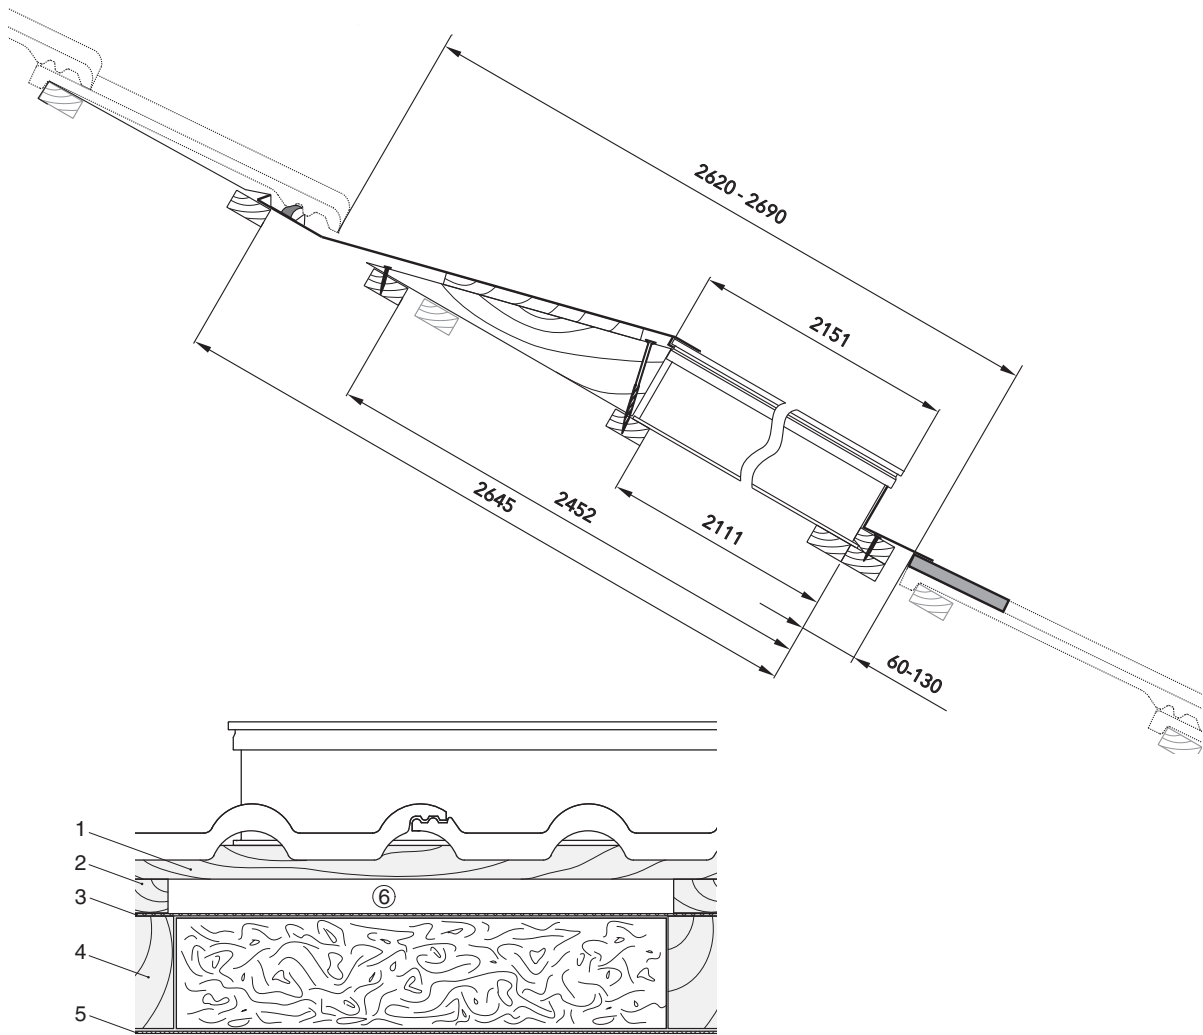

Abb. 8 Indachmontage Längs- (oben) und Querschnitt (unten).
- Eine wasserdichte diffusionshemmende Folie (keine Dampfsperre) mit einer mindestens 24 mm starken Konterlattung zur Hinterlüftung muss vorhanden sein. Ist die Hinterlüftung über First und Traufe nicht gegeben, muss in waagerechter Ebene über und unter dem Kollektorfeld im Abstand von 90 cm ein Entlüfterziegel eingebaut werden (vgl. Abb. 8 unterer Teil).